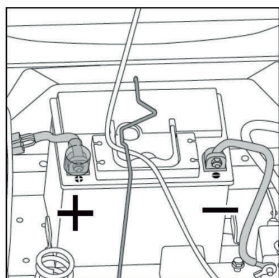

FIG.29
2. RETIRE EL EXTREMO "J" (A) DE LA VARILLA DE FIJACIÓN DE LA BATERÍA A TRAVÉS DE UN PEQUEÑO ORIFICIO. (FIG.29)
3. RETIRE EL OTRO EXTREMO DE LA VARILLA DE FIJACIÓN DE LA BATERÍA EN LA RANURA CÓNCAVA. (FIG.29)